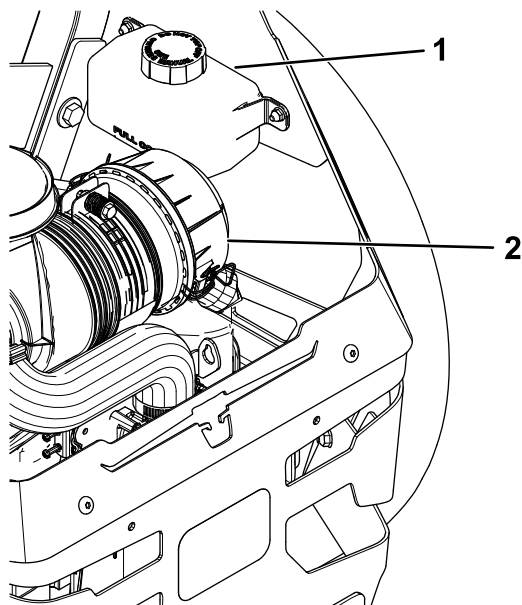

Figura 89
2. Compruebe el depósito de expansión y si es necesario, añada fluido hidráulico Toro® HYPR-OIL™ 500 hasta la línea FULL COLD (Figura 89).